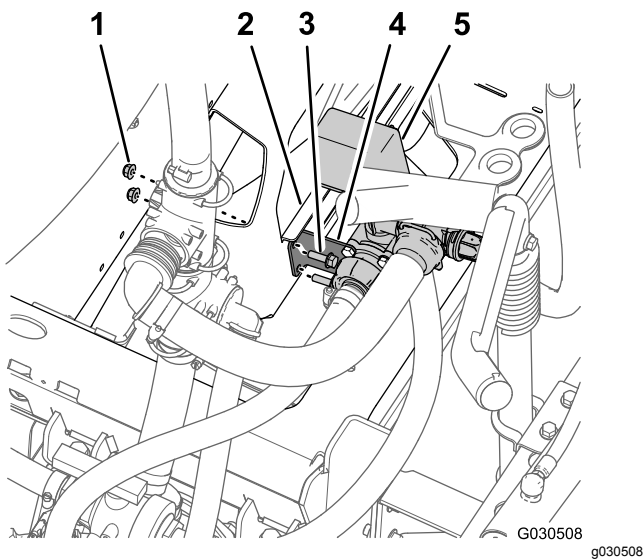

Figura 68
- Retire las 2 contratuercas con arandela prensada (5/16") y los 2 pernos con arandela prensada (5/16" x 1") que sujetan el soporte de sujeción de la válvula de agitación al bastidor del distribuidor (Figura 68).